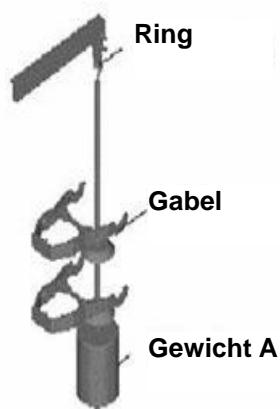
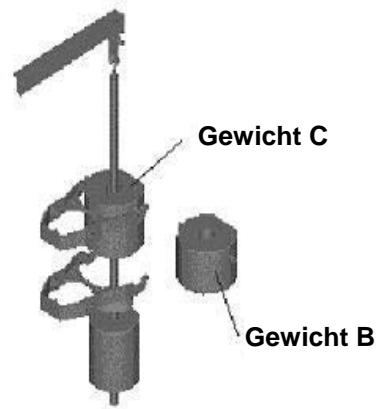

Abbildung 3-6 Einbau von Stange, Gewicht und Gabel
Abbildung 3-7 Einbau der Gewichte B und C
6. Nehmen Sie vorsichtig die Gewichtsstange heraus und bringen Sie Gewicht A unten an und befestigen es mit zwei Schrauben. Jetzt können Sie die Stange an der Aufhängung des Haupthebelarmes anbringen (**Abbildung 3-6**). Zum Schluss bringen Sie die beiden anderen Gewichte an der Stange an, indem Sie sie vorsichtig in die Gabeln hängen (**Abbildung 3-7**).